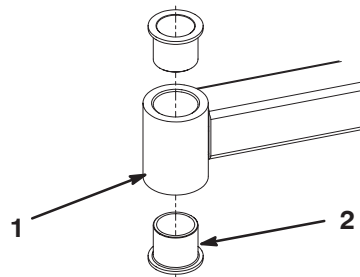

Figure 23
- Insérez un chasse-goupille dans le haut ou le bas du tube de montage et chassez la bague hors du tube (Fig. 23). Chassez ensuite l'autre bague. Nettoyez l'intérieur des tubes de montage.